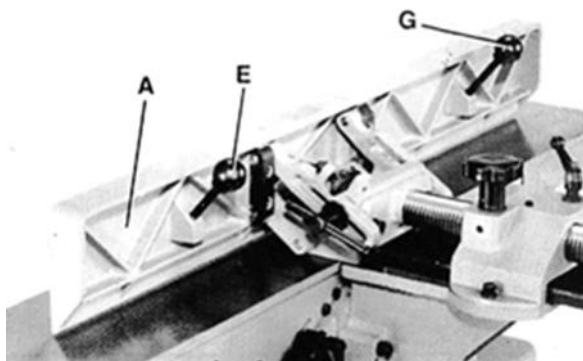

Рис. 15
Вкрутите короткую ручку ограждения (Е) – Рис. 15 в загрузочный конец (А), а длинную ручку (G) в приемный конец, как показано на Рисунке.